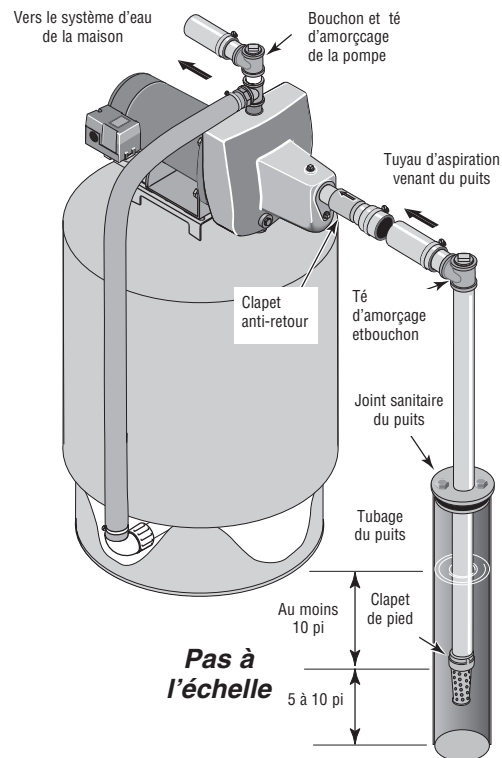

Figure 2 : Installation dans un puits à tubage
INSTALLATION SUR UN PUIS À TUBAGE DE 2 POUCES DE DIAMÈTRE OU PLUS GRAND (voir la Figure 2)
2. Brancher le clapet de pied, la crépine et le tuyau du puits (voir la Figure 2). S'assurer que le clapet de pied fonctionne librement.
- Poser le té d'amorçage, le bouchon d'amorçage et le tuyau d'aspiration sur la pompe (voir la Figure 2). Brancher le tuyau provenant du puits sur l'orifice d'aspiration de la pompe en utilisant le moins possible de raccords - en particulier des coudes - étant donné que les raccords augmentent le frottement de l'eau dans les tuyaux (il faut toutefois ajouter un clapet de pied – voir la Figure 2). Le diamètre du tuyau d'aspiration doit être au moins aussi grand que le diamètre de l'orifice d'aspiration de la pompe. Utiliser du ruban d'étanchéité en PTFE pour filetage sur les raccords filetés. Supporter le tuyau de façon qu'il ne soit pas cintré afin qu'il n'exerce pas de contraintes sur le corps de la pompe; de plus, il doit être légèrement incliné vers le haut, du puits jusqu'à la pompe (les points hauts risquent de causer des poches et des bouchons d'air dans la pompe). Rendre étanches les raccords du tuyau d'aspiration avec du ruban d'étanchéité en PTFE pour filetage. Les raccords doivent être étanches à l'air et à l'eau. *Si le tuyau d'aspiration aspire de l'air, la pompe ne pompera pas l'eau du puits.*